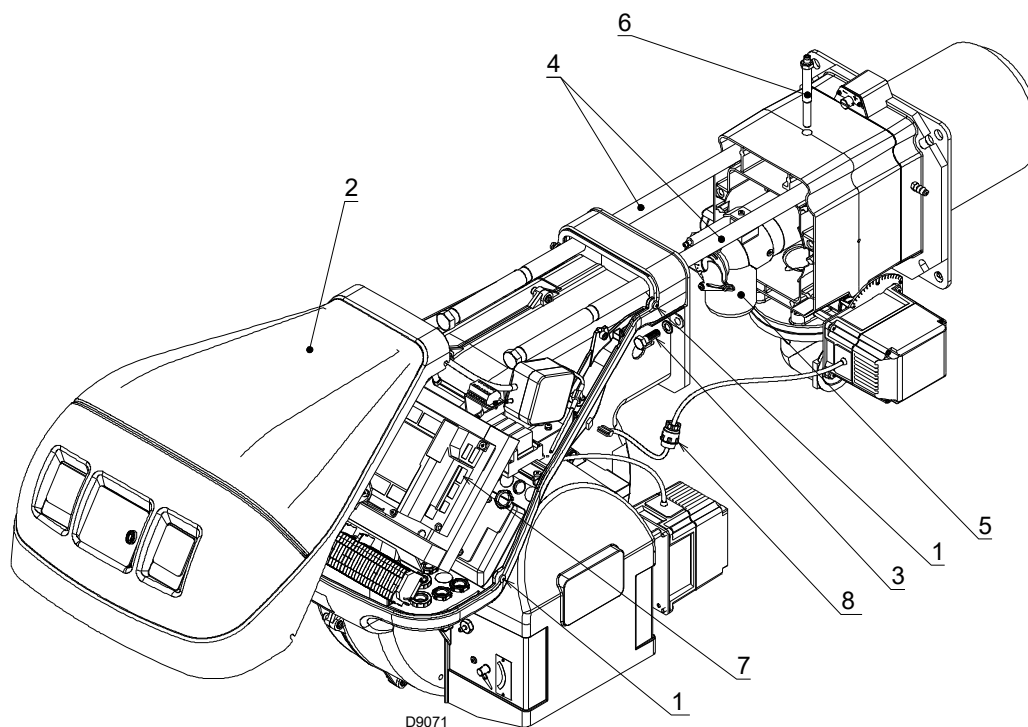

Fig. 39
- Slăbiți cele 4 șuruburi 1)(Fig. 39) și scoateți capota 2).
- Conectați fișa servomotorului 7)(Fig. 39) și înșurubați presetupa 8).